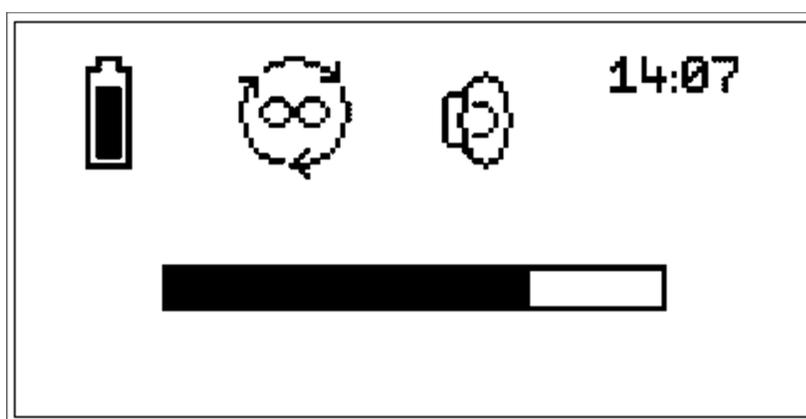

Рис. 5. Экран прибора MOM-644 во время процесса измерения.
2.4.5. Внешний вид экрана прибора во время процесса измерения представлен на рис. 5.